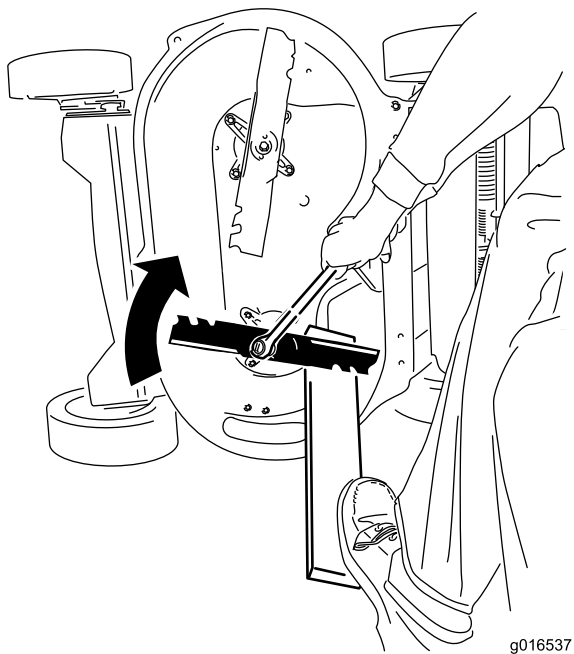

Рисунок 45
2. Удерживайте каждый нож неподвижно с помощью доски и заверните болт крепления ножа по часовой стрелке с помощью динамометрического ключа, как показано на Рисунок 45; затяните болт крепления ножа с моментом 82 Н·м (60 фунт-футов).